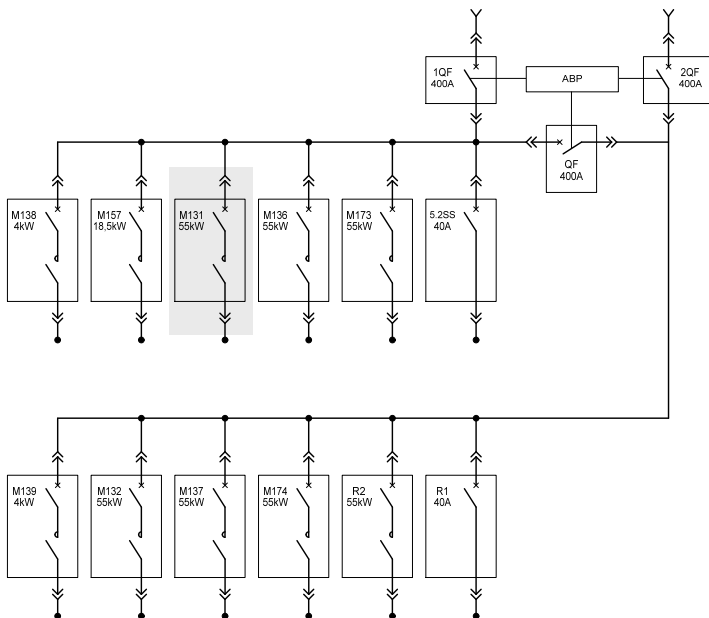

Рис. 10.1. Однолинейная схема распределительного щита.
Заполненный опросный лист (рис. 10.4), с указанием типов устройств, аппаратов и их технических параметров, а также обозначение блоков (в случае использования в схеме типовых блоков) или принципиальные схемы нетиповых блоков, с указанием их номинальной мощности (рис. 10.1 и 10.3)
- 1) В соответствии с однолинейной схемой (рис. 10.1) заполняется опросный лист. Пример заполнения на рис. 10.4.